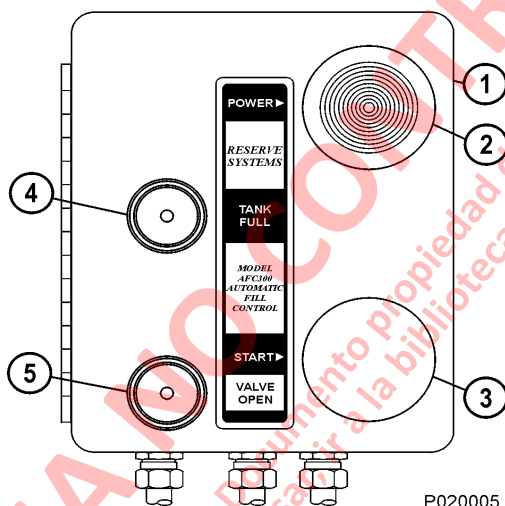

FIGURA 2-3. CAJA DE CONTROL DE LLENADO REMOTO
3. Active el interruptor de encendido (2, Figura 2-3) para accionar el sistema.
4. Presione el interruptor de arranque (3). La luz de "VÁLVULA ABIERTA" (5) se debe encender y comenzará el proceso de llenado.
5. Cuando el estanque esté lleno, la luz de "VÁLVULA ABIERTA" (5) se apagará y la luz de "LLENO" (4) se encenderá.
7. Mantenga presionado el interruptor de arranque (3) por un par de segundos.
9. Presione el interruptor de encendido (2) para apagar el sistema.